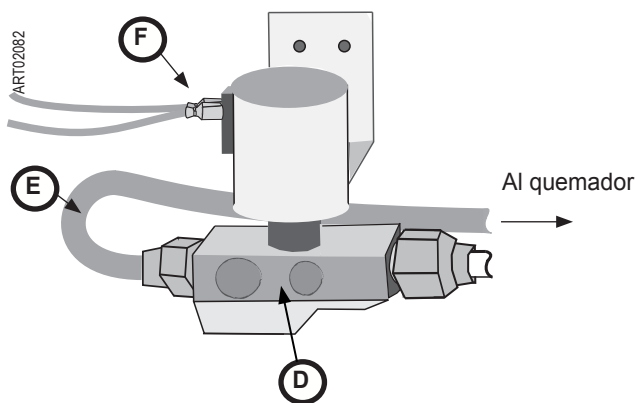

Fig. 7: Válvula de gas
4. En la válvula de gas (fig. 7, D), desconecte el tubo del quemador (fig. 7, E) que va hacia el quemador; desconecte ambos cables en la parte superior de la válvula (fig. 7, F).